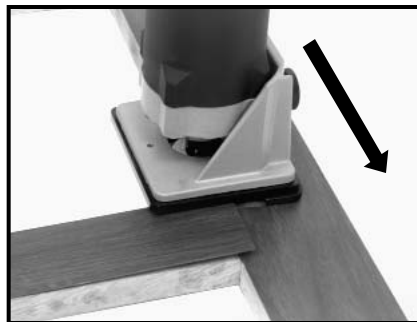

Fig. 19
5. Mettre l'affleureuse de traçage sur le devant de placard de manière à ce que la lèvre soit contre le bord du montant (voir Fig. 19).
**REMARQUE :** L'affleureuse doit être à la droite de la traverse pour que l'affleurage se fasse de droite à gauche (voir Fig. 19).
7. Saisir fermement le moteur pour pouvoir résister au couple de démarrage et mettre le bouton de l'interrupteur sur la position MARCHE (ON).